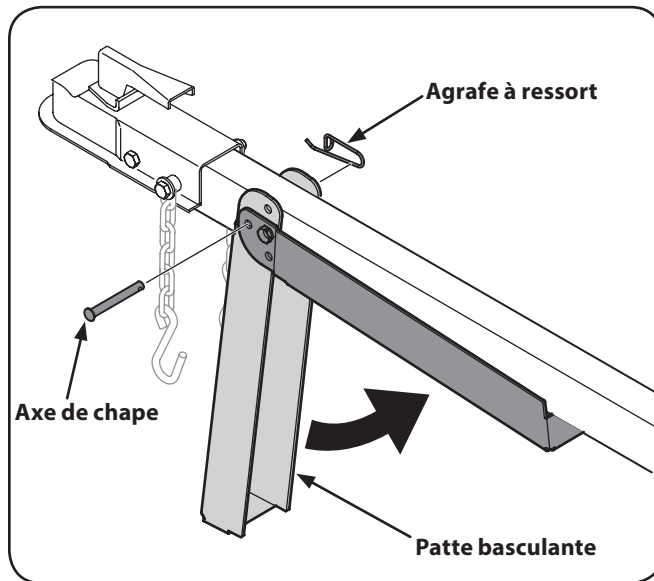

Figure 5-5
3. Tenez l'attache et faites pivoter la patte basculante vers le timon. Voir Figure 5-5.
4. Fixez la patte basculante avec l'agrafe à ressort et l'axe de chape retirés à l'étape 2. Voir Figure 5-5.